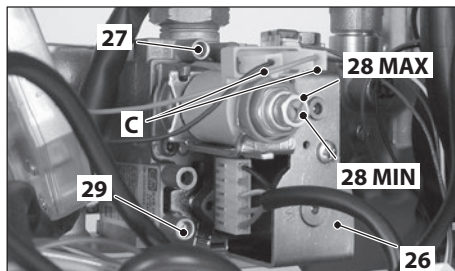

Figura 7.8
- A caldaia spenta (fuori servizio), controllare la pressione di alimentazione utilizzando la presa 29 in Figura 7.8 e confrontare il valore letto con quelli riportati nella tabella Pressioni di alimentazione gas nella sezione "Dati tecnici M290H.24BM" a pag. 20 e "Dati tecnici M290H.28BM" a pag. 23.
- Richiudere bene la presa di pressione 29 in Figura 7.8.
- Aprire la presa di pressione 27 in Figura 7.8 e collegare un manometro.
Confrontare il valore di pressione misurato con quello indicato nelle tabelle Pressione gas massima al bruciatore. Per tarare la pressione al bruciatore agire sul dado esagonale grande in ottone dell'operatore modulante 28 MAX in Figura 7.8 (ruotando in senso orario la pressione aumenta).
- Confrontare il valore di pressione misurato con quello indicato nelle tabelle Pressione gas minima al bruciatore. Per tarare la pressione al bruciatore agire sulla vite in plastica (28 MIN in Figura 7.8) tenendo fermo il dado esagonale in ottone grande (28 MAX in Figura 7.8) dell'operatore modulante (ruotando in senso orario la pressione aumenta).
**IMPORTANTE: Dopo ogni misurazione delle pressioni gas, richiudere bene le prese di pressione utilizzate (27 e 29 in (Figura 7.8).**